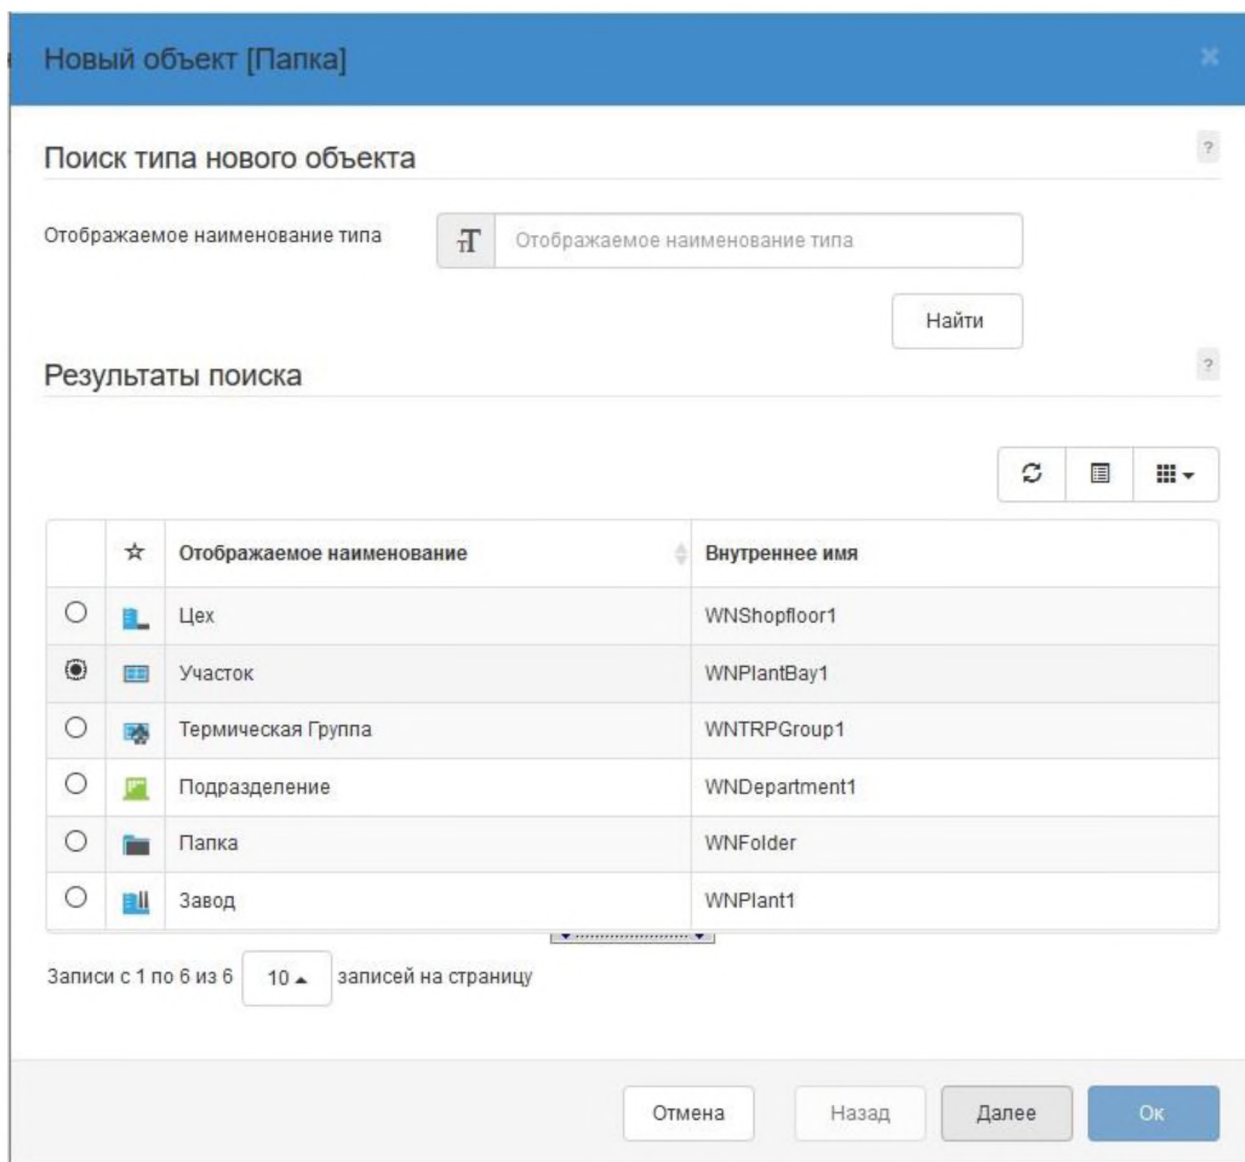

Рисунок 62 – Выбор типа папки «Участок»
10) Нажмите **Найти**, выберите тип папок **Участок** и нажмите **Далее** (рис. 62).